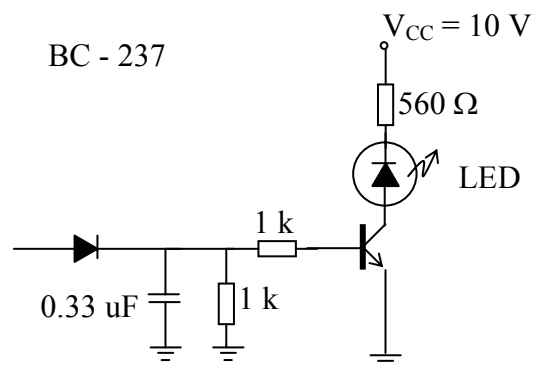

Figura 8 – Circuito de sinalização.
O circuito mostrado na figura 8 é utilizado para detectar a presença ou ausência de sinais. O transistor trabalha no corte e saturação para acionar o LED.
- Monte o circuito mostrado na figura 8.